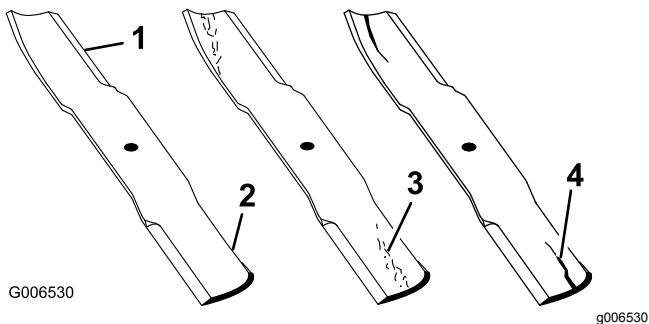

Figura 31
2. Examine cuidadosamente as extremidades da lâmina, prestando especial atenção à zona onde se encontram as partes curvas e planas da lâmina (Figura 31). Verifique o estado da lâmina antes da operação de corte, pois a areia e outros materiais abrasivos podem ter desgastado o metal que liga as partes curva e plana da lâmina. Se der conta de desgaste (Figura 31), substitua a lâmina; consulte Desmontagem e montagem da lâmina\(s\) (página 23).
Se a lâmina continuar a sofrer este tipo de desgaste irá formar-se uma ranhura entre a aba e a parte plana da lâmina (Figura 31). Eventualmente, pode soltar-se algum pedaço da lâmina e projetar-se, ferindo-o a si ou a qualquer pessoa próxima.